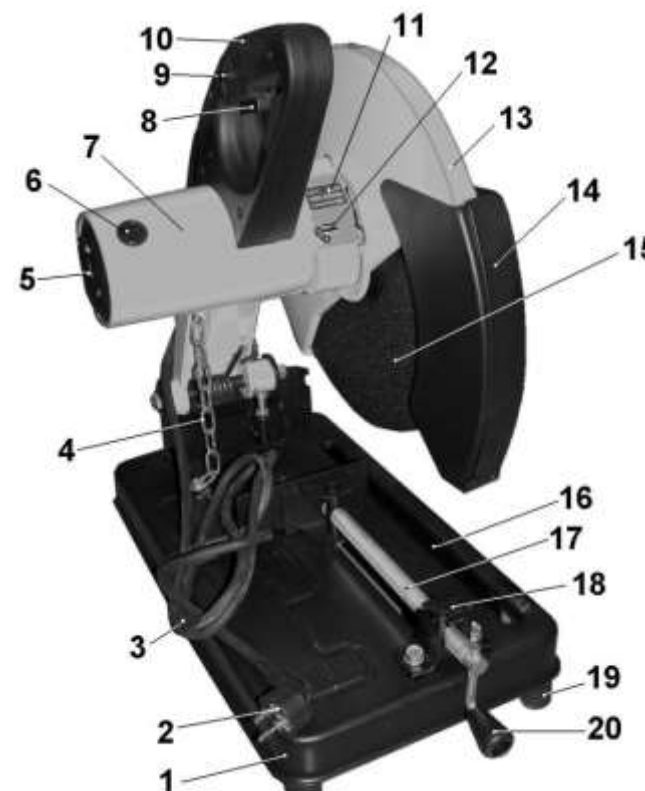

Рис. 2
7. УСТРОЙСТВО (Рис. 2, 3)
8. ТРАНСПОРТНОЕ ПОЛОЖЕНИЕ (Рис. 2, 3)
10.1. Регулировка угла резания заготовки (Рис. 2, 4)
10.1.5. При необходимости повторите регулировку, для чего опустите ручку (10), Рис. 2, установите между плоскостью губок тисков (23) и отрезным диском (15) угольник, уголомер, шаблон или образец и отрегулируйте необходимый угол резания.
11. ОСНОВНЫЕ ОПЕРАЦИИ (Рис. 2 - 7)
Внимание: при полностью опущенной ручке (10) отрезной диск (15) не должен касаться стенок прорези (16) рабочего стола (1) или поверхности опорной поверхности машины (верстака и т.д.), Рис. 2, 3.